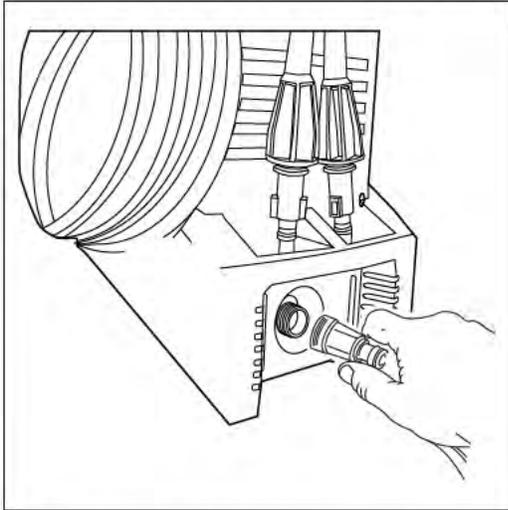
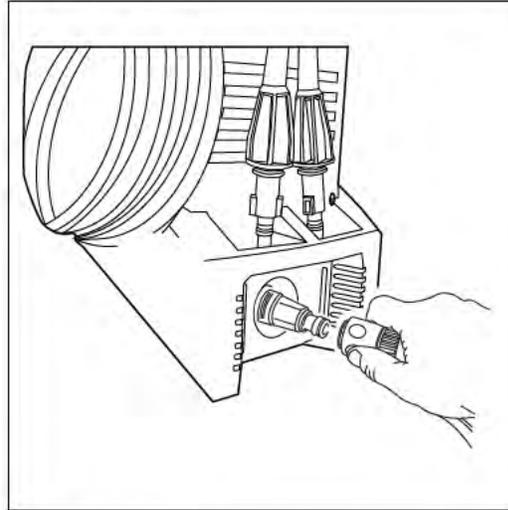

Fig. 13
Fig. 14
- Installez l'adaptateur de tuyau d'arrosage (ATA) et le filtre à connexion rapide. Il se compose de deux pièces séparées. (1) Un adaptateur en plastic clair avec un filtre (d'une longueur d'environ 3 pouces) (**Fig. 13**) et (2) un collier bleu/noir (**Fig. 14**).